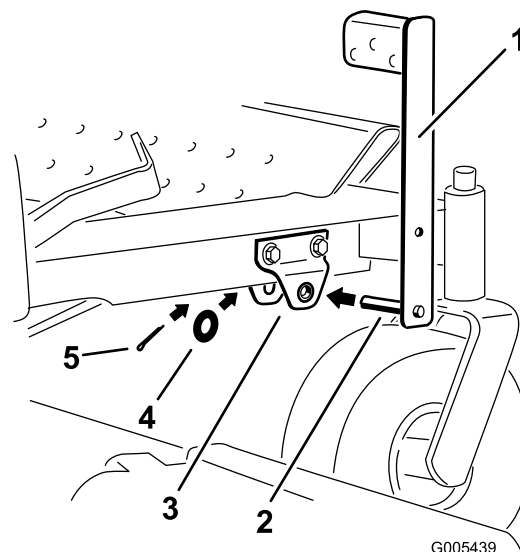

Figura 7
- Monte el pedal en los soportes delanteros (Figura 7), introduciendo el bulón del pedal en los taladros del soporte que llevan casquillos bridados.
5. Sujete el pedal con las dos arandelas planas (DI 17/32 pulgada) y el pasador (Figura 7).